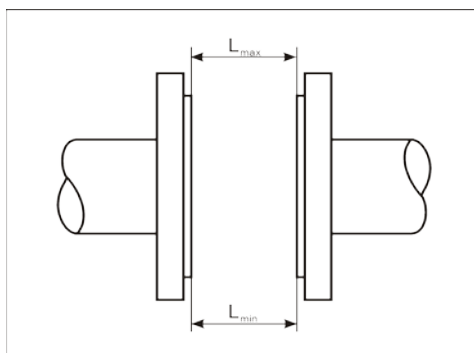

Рисунок 7 — Определение отклонения фланцев трубопровода от параллельности
2.2.2.6 Наибольшее допустимое отклонение ответных фланцев на трубопроводе от параллельности должно определяться из неравенства  $L_{max} - L_{min} < 0,5$  мм (рисунок 7).